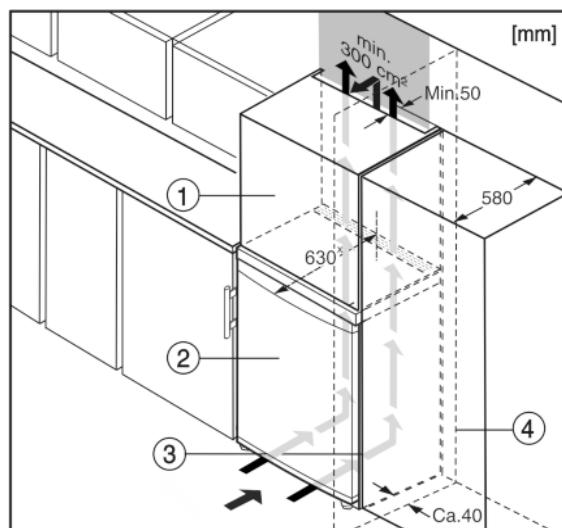

Fig. 5
Spotřebič lze zabudovat do kuchyňských skříní. K vyrovnání spotřebiče Fig. 5 (2) na výšku kuchyňské linky lze na přístroj nasadit nástavec Fig. 5 (1).
Při montáži do kuchyňských skříní (hloubka max. 580 mm) lze přístroj instalovat hned vedle kuchyňské skříně Fig. 5 (3). Přístroj přesahuje přední stěnu kuchyňské skříně na stranách o 34 mm × a uprostřed o 50 mm ×.
Když se přístroj instaluje závěsy vedle stěny Fig. 5 (4), musí být vzdálenost přístroje od stěny alespoň 40 mm. To odpovídá přesahu madla při otevřených dveřích.